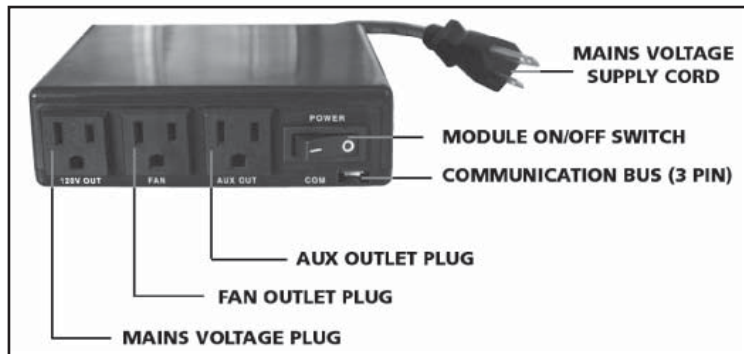

Figure 109 : Module de contrôle du ventilateur "Proflame".
Le module de contrôle du ventilateur (FCM) offre la capacité supplémentaire de contrôler la vitesse avec six (6) niveaux, une sortie de 120V actionnée à distance et une sortie 120V constamment alimentée. Le "FCM" fournit une alimentation CC au récepteur, permettant aux batteries de fonctionner seulement lorsque l'alimentation électrique est interrompue ou perdue (voir figure 109).